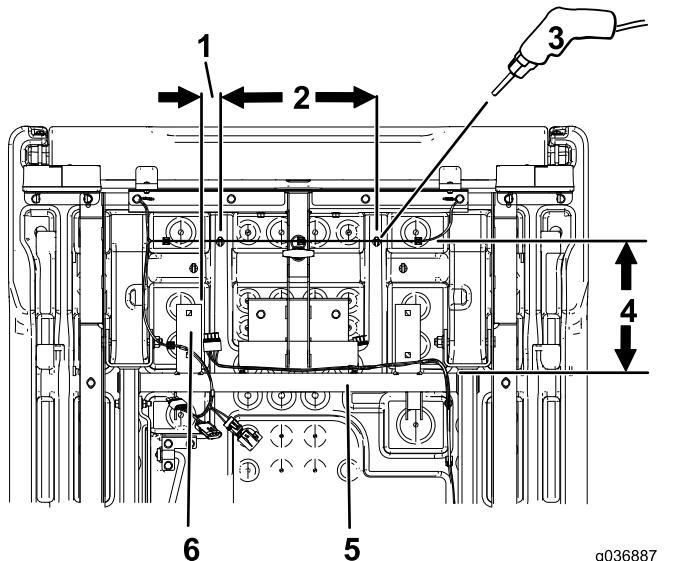

Figura 4
1. Por baixo da plataforma de carga, meça 267 mm para trás da extremidade da estrutura do tubo transversal e 38 mm para dentro da extremidade de montagem da barra estabilizadora direita e marque o local (Figura 4).